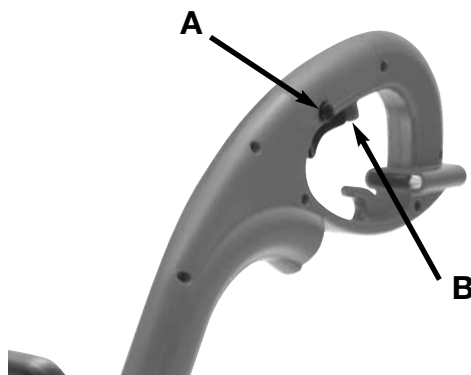

Fig. 4
Pour démarrer la déneigeuse, enfoncez la bouton (A) sur le côté de la poignée et enfoncez la gâchette (B). Pour arrêter le produit, relâchez la gâchette. (Fig. 4)